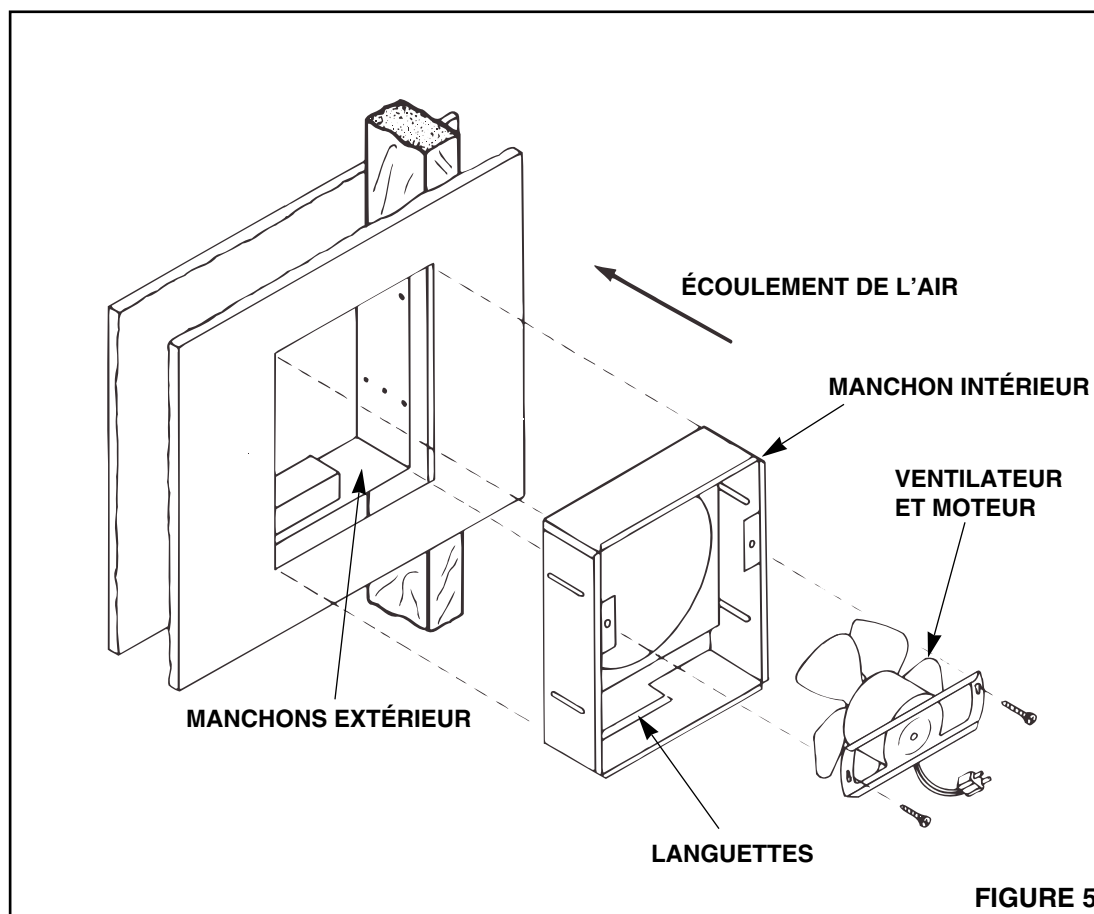

FIGURE 5
8. **Consulter la Figure 5.** Clouer ou visser les manchons assemblés au montant mural en utilisant les trous prévus à cet effet dans les côtés.